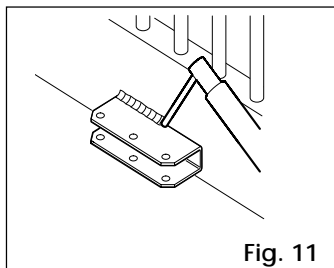
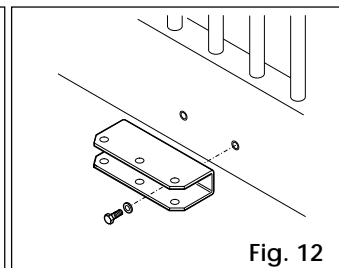

Fig. 11
Fig. 12
- L'attacco può essere direttamente saldato all'anta (Fig. 11) oppure avvitato utilizzando inserti filettati (Fig. 12).